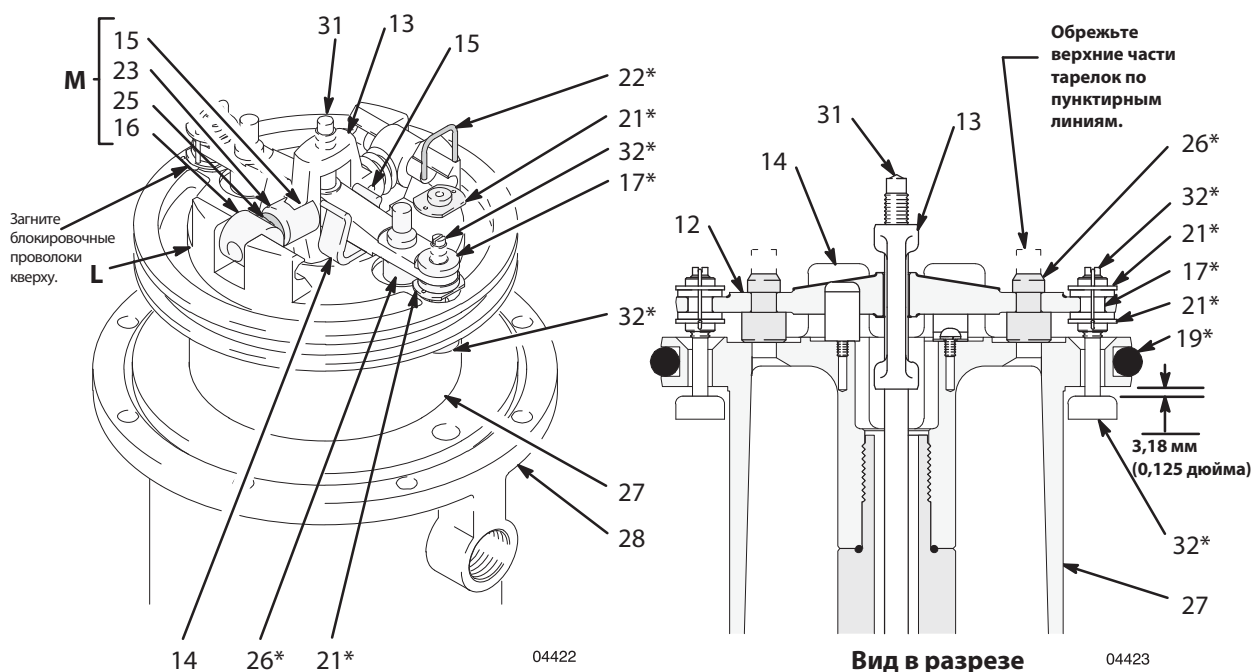

Рис. 4
10. Извлеките блок поршня из основания пневмодвигателя (28) и отложите в сторону.
11. Удалите V-образное блочное уплотнение (10t) с помощью крючка и очистите паз в основании пневмодвигателя (28). Удалите загрязнения из паза и протрите его начисто с помощью ткани.
13. Чтобы установить вилку тяги переключения (13) на место и зафиксировать коленно-рычажные механизмы, воспользуйтесь отверткой. См. рис. 4.
14. На данном этапе, когда одной рукой будет выполняться работа с помощью отвертки, прикройте подпружиненные коленно-рычажные механизмы другой рукой, чтобы поймать их, когда они будут выскакивать из проушин. Установите наконечник отвертки в поршень между проушинами (L) ниже шарнирных штифтов (16) на коленно-рычажных механизмах, приподнимите вверх с помощью рукоятки отвертки для сжатия пружин коленно-рычажного блока (M) и отвода вверх и в сторону от проушин поршня, а затем снимите детали. См. рис. 4.
15. Выпрямите стопорную проволоку (22*) и снимите ее с гаек клапана (21*). Открутите верхние гайки. Снимите вилку тяги переключения (13), привод (12) и тягу переключения (31). Отвинтите нижние гайки (21*) и снимите тарелки. Убедитесь, что пружинные зажимы штока клапана (14) не изношены и не повреждены и что они правильно направляют привод (12).
16. Снимите тарелки выпускного клапана (26), обрезав их с помощью боковых кусачек, а затем извлеките их из привода (12).
Чтобы снизить риск защемления или отсечения пальцев, при фиксации коленно-рычажных механизмов вверх или вниз не прикасайтесь к ним руками (M на рис. 4).
1. Зажмите плоские поверхности поршневого штока (29) в тисках таким образом, чтобы пневмодвигатель был направлен вверх.
2. Вставьте тарелки выпускного клапана (26*) в привод клапана (12) и подрежьте верхние части тарелок (показаны пунктирной линией, см. **вид в разрезе** на рис. 4).
3. Установите втулки (17*) в привод (12), поместите тарелки впускного клапана (32*) в поршень и навинтите нижние гайки клапана (21*) на тарелки впускного клапана таким образом, чтобы осталось несколько витков до конца резьбы.
4. Нанесите обильный слой смазки и установите тягу переключения (31) в поршень. Разместите привод (12) в вилке (13) и установите блок привода/вилки с обильно нанесенным слоем смазки в поршень таким образом, чтобы тяга переключения проходила сквозь центральные отверстия привода и вилки, а тарелки впускного клапана (32*) проходили сквозь втулки (17*).
6. Установите штифты коленно-рычажных механизмов (15) в вилку (13), разместите концы колена (23) коленно-рычажного блока (М) в штифтах механизмов и защелкните концы шарнирного штифта (16) коленно-рычажного блока в проушинах (L).
7. Делая измерения с помощью калибра (арт. № 171818), обеспечьте зазор 3,18 мм (0,125 дюйма) между тарелками впускного клапана (32*) и седлом поршня, когда впускной клапан переведен в открытое положение. См. **вид в разрезе** на рис. 4.